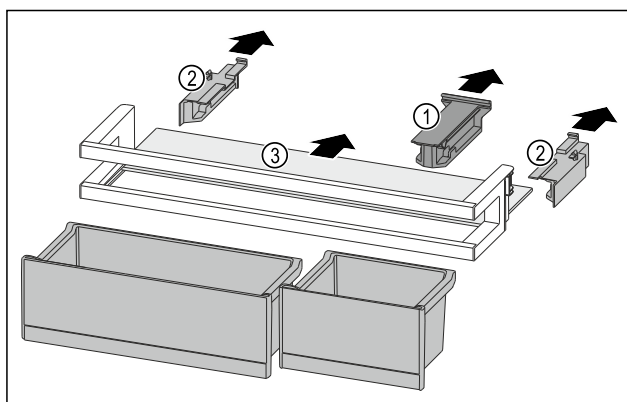

Fig. 242
- ▶ Retirer la pièce de retenue Fig. 242 (1).
- ▶ Retirer les parties latérales Fig. 242 (2).
- ▶ Retirer la tablette de rangement Fig. 242 (3).